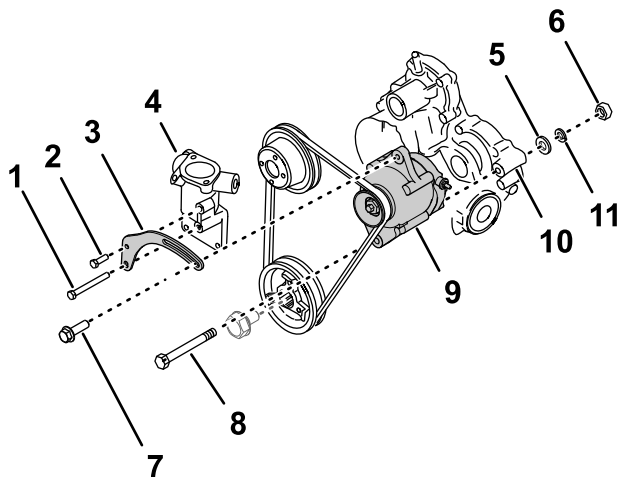

Figure 243
1. Alignez les trous dans le nouveau support de tension de courroie et les trous dans le boîtier de thermostat (Figure 243).
2. Fixez le support de tension de courroie au boîtier de thermostat et à la culasse en insérant le boulon court du support de tension dans le trou supérieur et le boulon long dans le trou inférieur (Figure 243).
4. Alignez le trou inférieur dans l'alternateur (60 A) et le trou dans le boîtier d'engrenages du moteur, et glissez la courroie sur la poulie d'alternateur (Figure 243).
6. Vissez légèrement l'écrou (10 mm) sur le boulon de pivot (Figure 243).
7. Insérez le boulon de verrouillage de l'alternateur dans la fente du support de tension de la courroie et dans le trou fileté de l'alternateur (Figure 243).
8. Faites pivoter l'alternateur vers l'extérieur jusqu'à ce que la tension de la courroie soit correcte ; la courroie présente alors une flèche de 10 mm quand une force de 4,5 kg est exercée à mi-chemin entre les poulies (Figure 243).